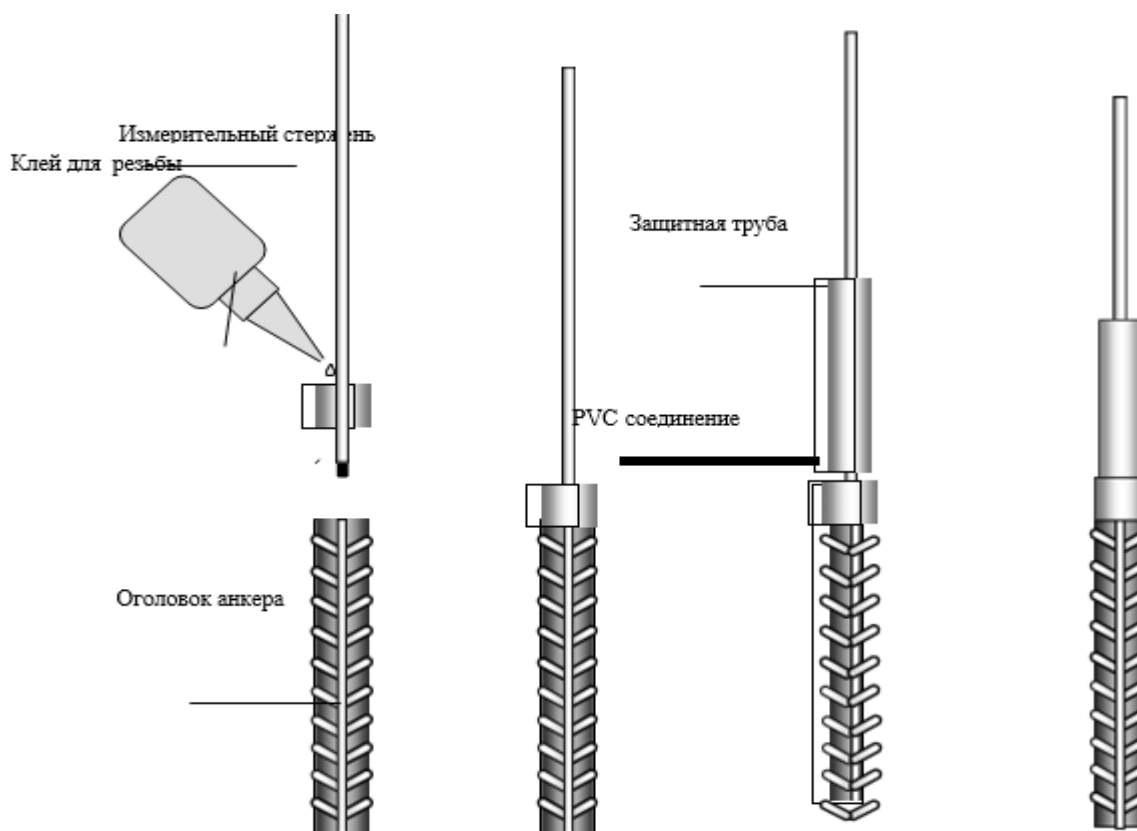

Рис. 4 – Сборка измерительных стержней и анкерных оголовков
**Наклонное верхнее бетонирование:** Для буровой скважины, требующей подачу бетона снизу-вверх, вы можете установить вторую трубу бетонирования соответствии с рис. 4, при установке измерительных стержней. Длина 1,5 м идеально подходит для второй трубы, которая может выходить из отверстия снаружи трубы для бетона. После установки измерительных стержней уплотните по окружности защитную трубу для бетона, используя материал, пропитанный быстросохнущей цементной массой. Затем закачайте быстросохнущую цементную массу в буровую скважину насосом через самую короткую трубу для бетона, чтобы образовалась пробка. Подождите некоторое время, пока бетон не затвердеет. Наконец, залейте раствор в буровую скважину с помощью насоса через первую трубку для бетона. Когда из вентиляционной трубы снова пойдет смесь, это будет означать, что отверстие полностью заделано. Закрепите надёжно трубу.